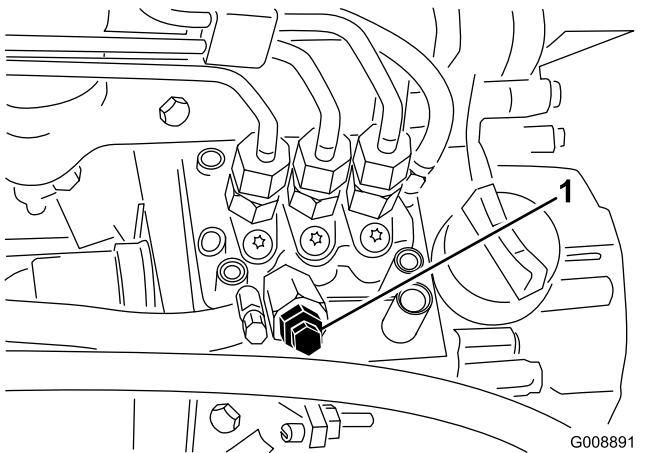

Bild 39
4. Öffnen Sie die Entlüftungsschraube an der Kraftstoffeinspritzpumpe (Bild 39).